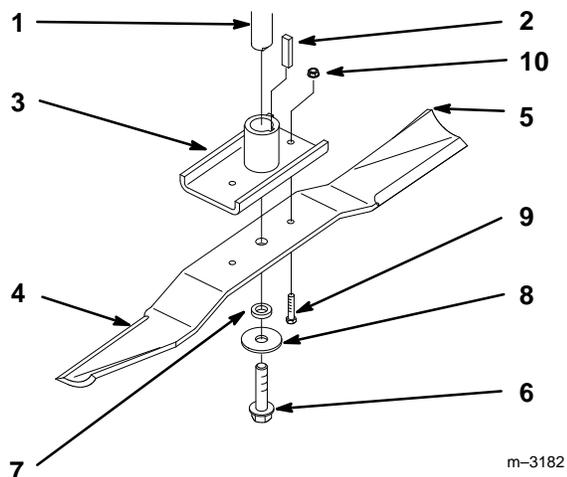

Abbildung 60
1. Das Schnittmesser an der Messerhalterung anbringen und mit Halterungsschraube, Abstandsstück und Unterlegscheibe sichern (Abb. 60).
2. Die Messerschrauben und Sicherungsmuttern anbringen (Abb. 60).